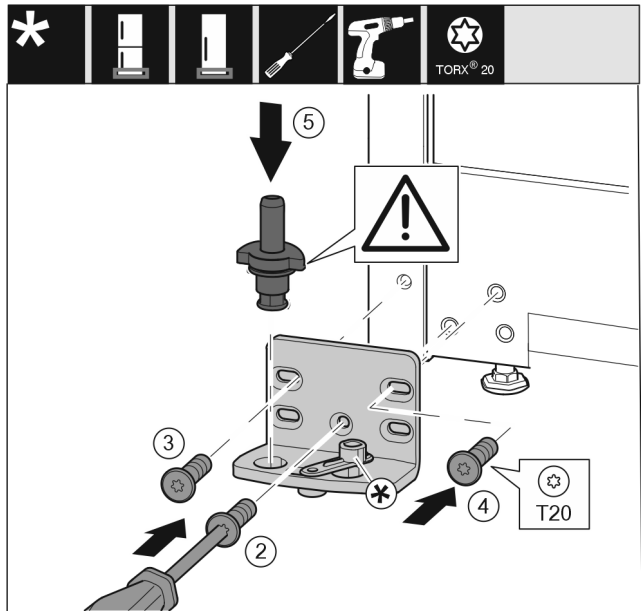

Fig. 17
- Sätt på lagerbocken på andra sidan och skruva fast den med hjälp av en skruvmejsel T20. Börja med skruv 2 längst ner i mitten. Fig. 17 (2)
- Dra åt skruvarna 3 och 4. Fig. 17 (3,4)
- Sätt in lagerbulten helt och hållet. Se till att låskammen är vänt bakåt. Fig. 17 (5)